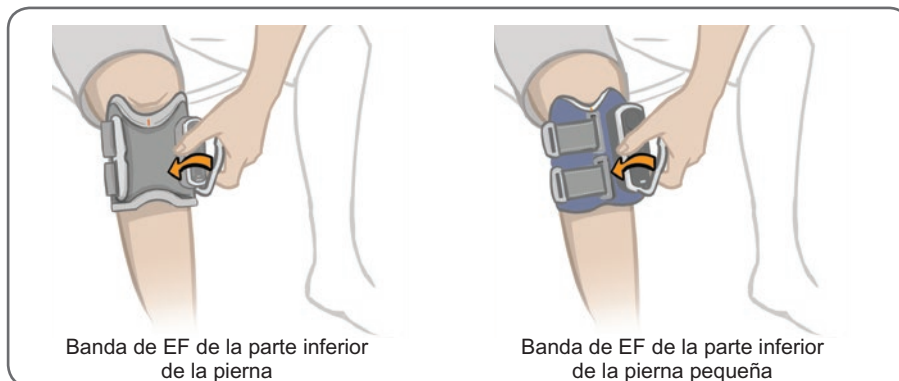

Ilustración 6-13: Cómo abrochar la correa de la banda de EF de la parte inferior de la pierna
4. Sujete la agarradera de la correa de la banda de EF de la parte inferior de la pierna. Consulte la ilustración 6-13. Con el pulgar en el estuche de la banda de EF, abroche la agarradera de la correa alrededor del estuche. Si usa la banda de EF de la parte inferior de la pierna pequeña, puede que necesite usar la otra mano para estabilizar la banda en la pierna.